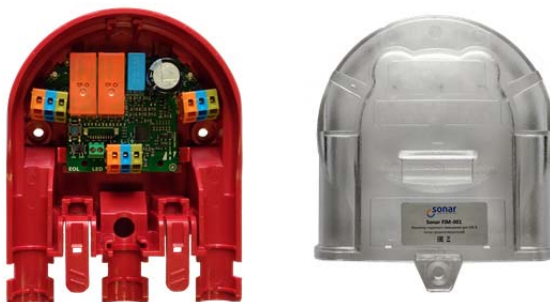

Рисунок 1.
5.1.1 Изолятор конструктивно выполнен в виде блока, состоящего из полипропиленового корпуса с прозрачной крышкой, внутри которого размещена плата с электронными компонентами. (см. рис.1). Изолятор имеет возможность крепления к плоской поверхности, а также предусмотрена возможность установки на огнезащитный колпак громкоговорителя.